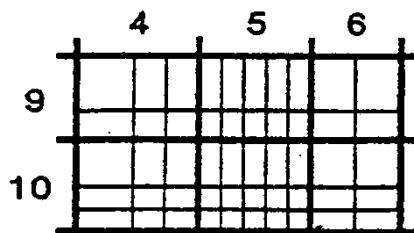

Figure 13 – Subdivision des lignes et des colonnes du maillage principal.
- Le principe de subdivision est que les lignes et les colonnes du maillage principal sont subdivisées en un nombre entier de lignes et de colonnes. Par exemple (Figure 13), si la région formée par les colonnes n°4 à n°6 et les lignes n°9 à n°10 est remplacée par un sous-maillage, on pourra avoir le schéma décrit par la Figure 14.